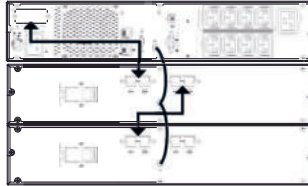

Abb.9: Anschluss der Batteriemodule
- Der Anschluss des Batteriemoduls mit der USV wird über ein Kabel mit polarisierten Steckern an beiden Enden (mit dem Batteriemodul mitgeliefert) durchgeführt. Stecken Sie den Stecker an einem Ende des Kabels in die jeweilige Buchse und den Stecker des anderen Endes in die Buchse des Batteriemoduls, siehe Abb. 9. Sie können die Batteriemodule auch parallel anschließen, da jedes Modul über zwei Stecker verfügt. Alle Stecker müssen mit den Schrauben an Ihrer Anlage befestigt werden, die die Schutzabdeckung jedes Steckers in der USV oder im Batteriemodul halten.
- Da es sich um ein Gerät mit Schutz gegen Stromschläge Klasse I handelt, muss unbedingt ein Schutzleiter installiert werden . Schließen Sie das Erdungskabel an den entsprechend gekennzeichneten Stellen an, sei es an einer Klemme oder an einer Schraube, siehe Abb. 9. Wenn das Anschlusskabel über einen Schirm verfügt, verbinden Sie das Erdungskabel zwischen den Anlagen über diesen indem Sie (wie im vorherigen Punkt angegeben) mit den Schrauben die Metallstützen der Stecker an der USV und an den Batteriemodulen befestigen.
- In der Abb. 9 ist der Anschluss eines Geräts mit 3 kVA in Rack-Anordnung mit zwei Batteriemodulen dargestellt. Gehen Sie auch für eine größere Anzahl ähnlich wie in Abb. 9 dargestellt vor.